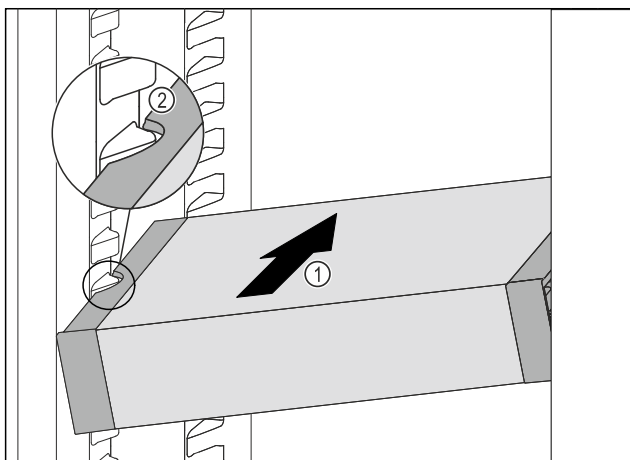

Fig. 178
- ▶ Вдвигайте VarioSafe под наклоном в холодильное отделение Fig. 178 (1), пока боковые выемки Fig. 178 (2) VarioSafe не окажутся на высоте выступа резервуара в холодильном отделении.